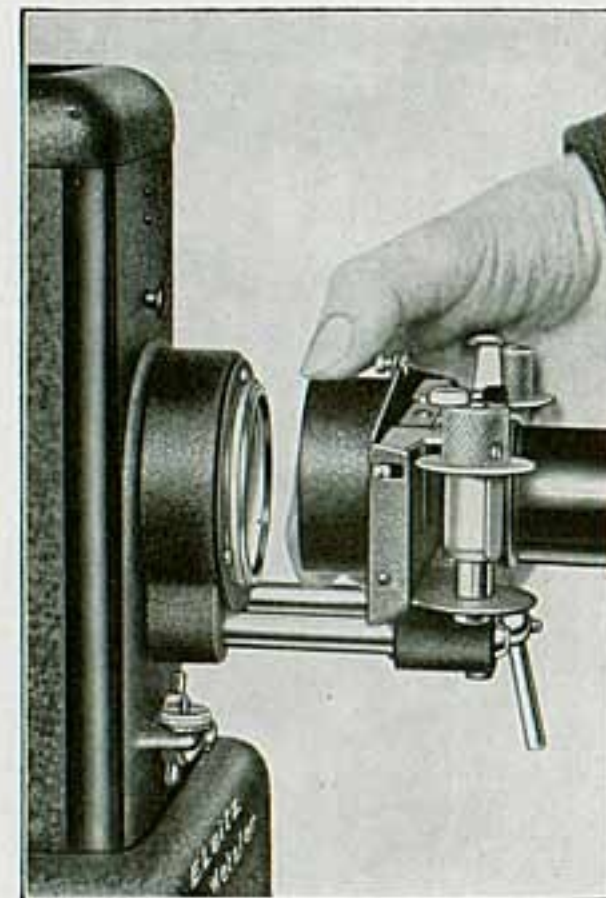

Abb. 9
Für die Projektion dieser Filmbänder (Einzelgröße der Bilder 18 x 24 mm) wird die Blende „UASKU“ mit Lichtschutzrohr von oben her an der Rückseite des Filmführungsschiebers eingeschoben (vgl. Abb. 9). Die seitliche Fixierung erfolgt zwangsläufig durch zwei an der Blende befindliche Leisten.
20. **Mikrovorsatz:** Derselbe kann an jedem Projektor VIII s benutzt werden, nachdem der Objektivträger einschließlich Objektiv und Bildbühne von den beiden Haltestangen heruntergezogen ist (s. Abb. 9). Der Mikrovorsatz wird dann in derselben Weise auf die beiden Haltestangen aufgeschoben. Projiziert werden kann mit den Kondensoren 1 und 2 oder 2 und 3, wozu noch der Wechselkondensator für 5 cm Leica-Objektive „DLUW“ benötigt wird.